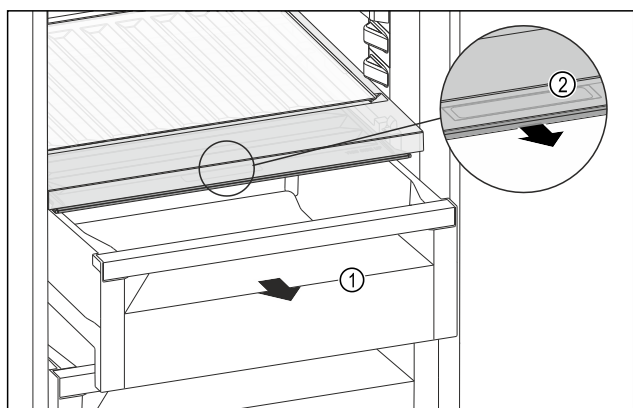

Fig. 206
- Schuifvak Fig. 206 (1) uittrekken.
- Greeplijst Fig. 206 (2) op het vakdeksel vastpakken en het vakdeksel gelijktijdig naar voren trekken.